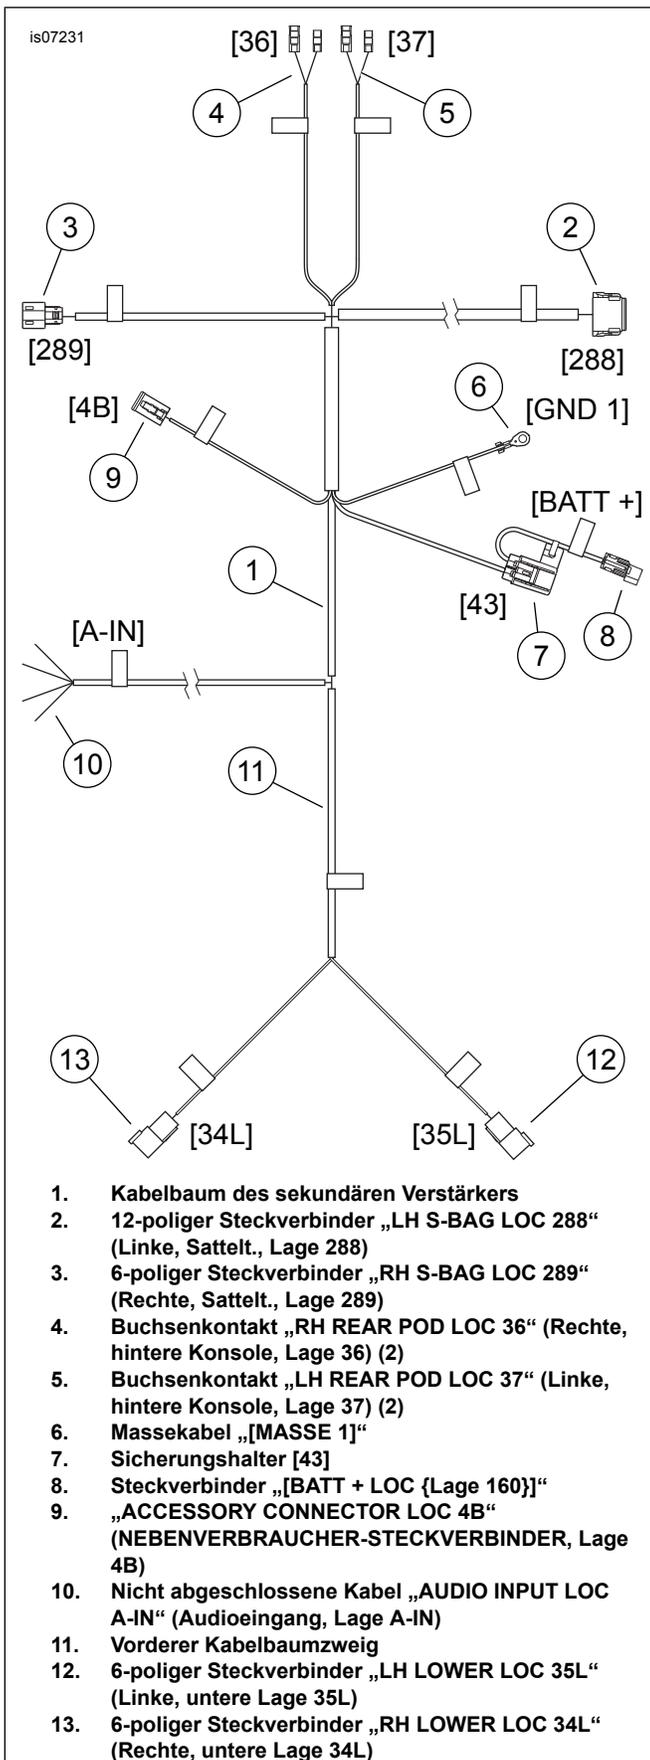

Abbildung 6. Kabelbaum des sekundären Verstärkers
3. Den Kabelbaum (Abbildung 6, Teil 1) zur Vorderseite des Hinterradschutzblechs verlegen. Diesen Zweig des Kabelbaums mit Kabelbindern aus dem Satz oben an der Rückseite der Satteltaschenhalterung so befestigen, dass gerade ausreichend Kabelbaumlänge vorhanden ist, um die Satteltasche zu erreichen.
2. Siehe Abbildung 6. Den 12-poligen Steckverbinder (2) mit der Bezeichnung „LH S-BAG 288“ (Linke Sattelta. 288) an die Steckerbuchse an der linken Satteltasche anschließen (siehe Abbildung 3, Punkt 1). Der Steckverbinder ist mit einer Nut versehen, um falschen Zusammenbau zu verhindern. Auf ein „Klickgeräusch“ achten.
3. Den Kabelbaum ( Abbildung 6, Teil 1) im Bereich unter dem Sitz unterbringen. Den 12-poligen Steckverbinder (2) mit der Bezeichnung „LH S-BAG LOC 288“ (Linke Satteltasche, Lage 288) unter den Zwischenrahmenquerträgern und unter dem linken Karosserie-Befestigungsteilvorsprung verlegen.
6. Den restlichen Teil des Kabelbaums ( Abbildung 6, Teil 1) nach vorne verlegen. Diesen Zweig des Kabelbaums mit Kabelbindern aus dem Satz am Fahrzeugrahmen befestigen.
2. Siehe Abbildung 6. Das grüne und hellgrün/braune Kabel aus Hohlräumen 5 und 6 des 6-poligen Molex-Steckverbinders (3) mit der Bezeichnung „RH S-BAG LOC 289“ (Rechte Sattelt., Lage 289) am Kabelbaum des sekundären Verstärkers durchschneiden. Den Steckverbinder recyceln oder vorschriftsmäßig entsorgen. Zwei Deutsch-Buchsenkontakte (Teile-Nr. 72191-94, einzeln erhältlich) gemäß den Anweisungen im Werkstatthandbuch an den Kabelenden befestigen.